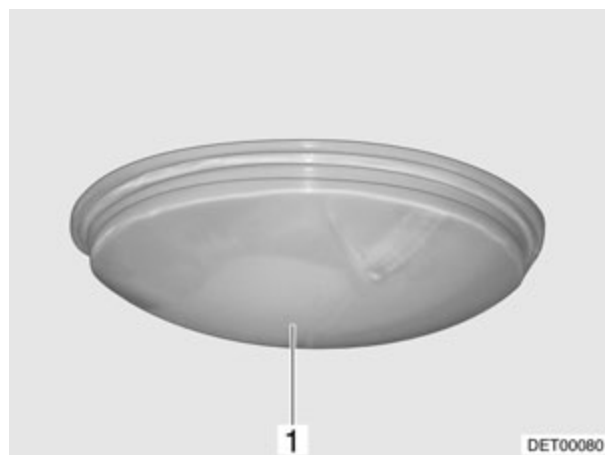

Fig. 160 Plafonnier
- Tourner le verre (Fig. 160,1) et le retirer.